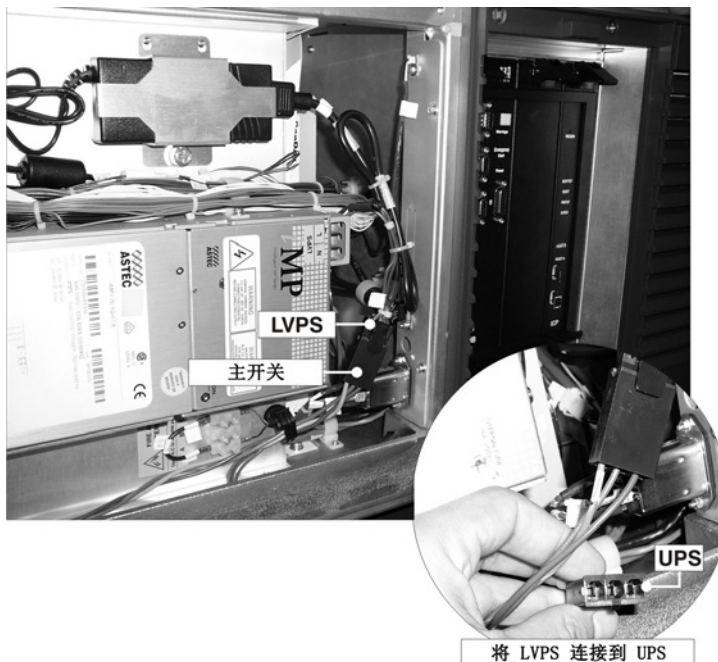

图 2-14
1. 如需为数字电影放映机配置 UPS，仅需从主开关上拔下 LVPS 输入连接，然后将其接到松开的 UPS 输入插头便可。将未使用的主开关插头重新插入 UPS 连接上的哑插头。图 2-14